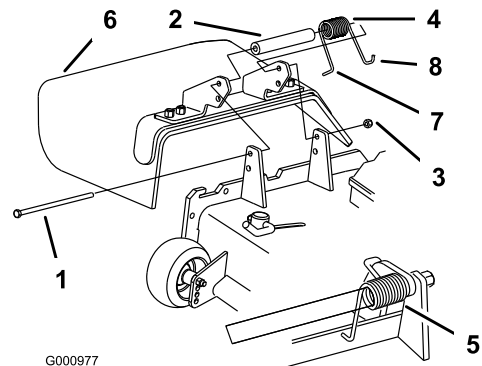

Figure 89
de pivot (Figure 89). Enlevez le déflecteur s'il est endommagé ou usé.
Remarque: Prenez soin de placer l'extrémité en L du ressort derrière le bord du plateau avant de mettre le boulon en place, comme indiqué à la Figure 89.
3. Remettez le boulon et l'écrou. Accrochez l'extrémité en J du ressort au déflecteur d'herbe (Figure 89).